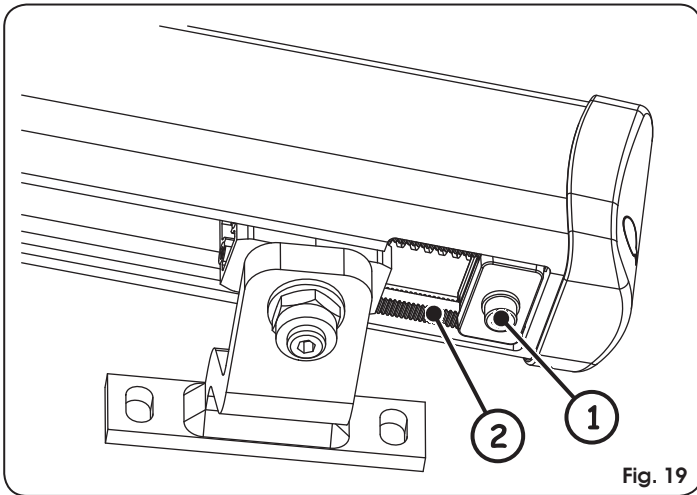

Fig. 19
3. Lossa fästskruven, Fig. 19 ref. ①. Du behöver inte ta bort skruven helt.
⚠ Det mekaniska stoppet arbetar kopplat till en kuggad sektion, Fig. 19 ref. ②, och om det förekommer hinder under rörelsen ska man försäkra sig om att denna koppling är fri. FORCERA INTE.